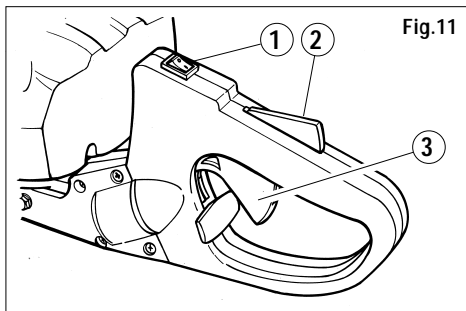

Fig.11
2) Premere l'interruttore di arresto (fig. 11 part.1) sulla posizione "ON".
5) Afferrare l'impugnatura posteriore con la mano sinistra premendo con il palmo il blocco acceleratore (fig.11 part.2), si libera in questo modo il movimento della leva acceleratore (fig.11 part.3).
1) Per arrestare il motore, portare l'interruttore (fig.11 part. 1) nella posizione "OFF".